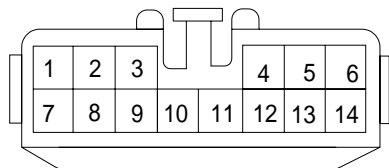

图 8-2-1 空调控制器线束侧连接器
(1) 脱开空调控制器连接器，按表 8-2-1 检测空调控制器线束侧连接器端子间的电压、电阻和导通性，检查结果应符合表 8-2-1 中的要求，否则应检查相关传感器和电气线束。空调控制器线束侧连接器见图 8-2-1。